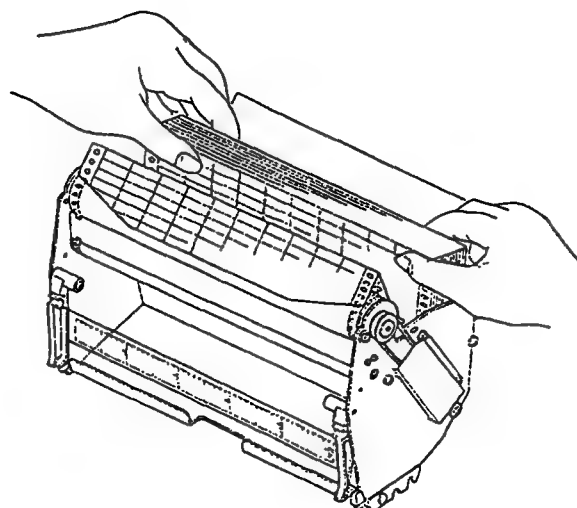

図6.15
- (6) 記録紙を収納部の左側に寄せてセットします。このとき、記録紙の丸穴を左側にしてください (図6.15)。